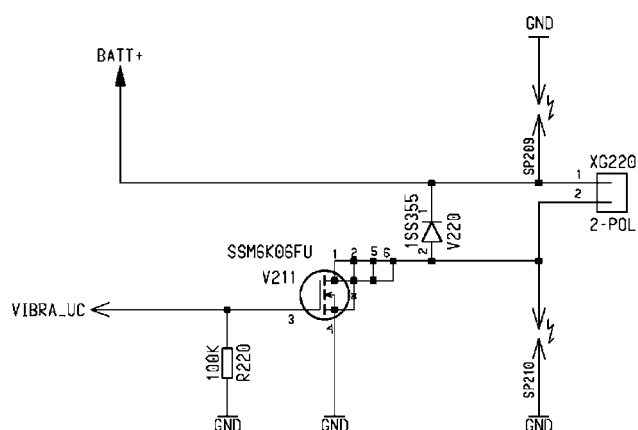

Рис. 12. Схема подключения вибровозонка
- вибровывозное устройство (вибровозвон) (рис. 12);